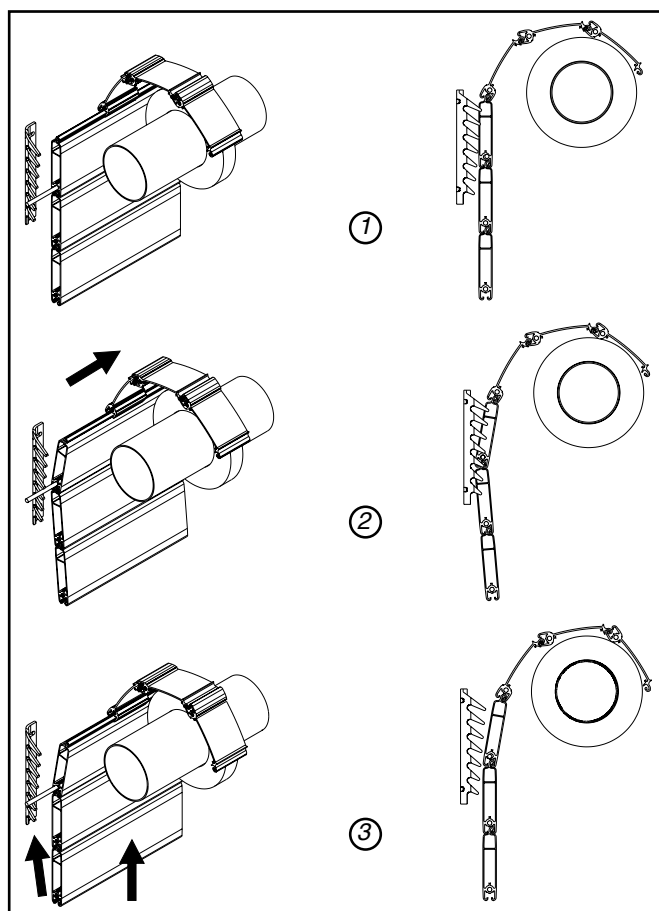

Fig. 15 : Verrouillage automatique
- **Verrouillage automatique:** voir figure 15